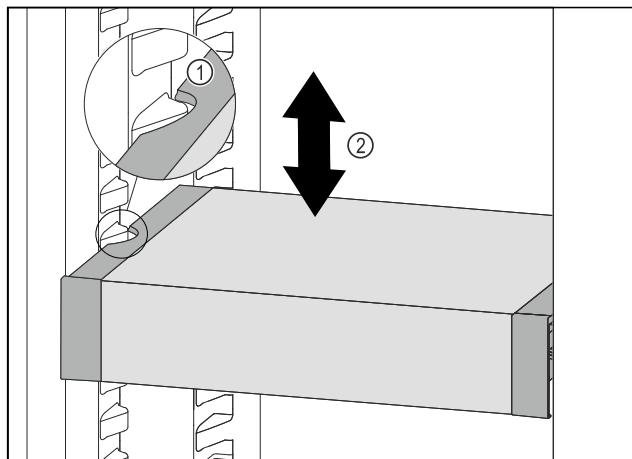

Fig. 92
- VarioSafe naar voren trekken tot de uitsparingen aan de zijkant van de VarioSafe zich ter hoogte van de rib in het koelgedeelte bevinden. Fig. 92 (1)
- VarioSafe in het koelgedeelte omhoog of omlaag bewegen tot de gewenste hoogte is bereikt. Fig. 92 (2)